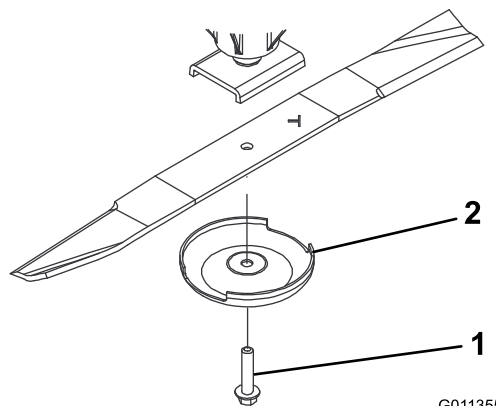

图 72
3. 使用抹布或厚垫手套抓住刀片的端部并从铰轴卸下刀片螺栓、防刮罩和刀片图 72。
4. 使用防刮罩和刀片螺栓安装刀片刀翼面向剪草刀盘图 72。